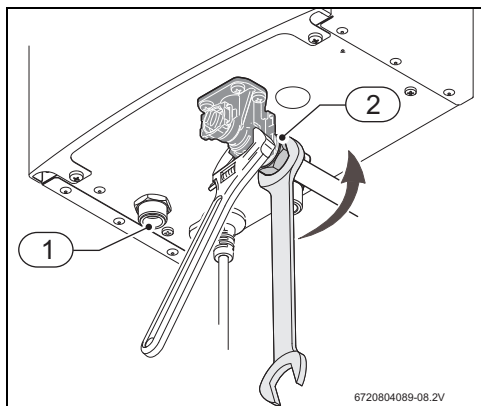

Fig. 16 Conexión de agua
- Al conectar el agua fría, ajustar la grifería tal como consta en la fig. 16.
- ▶ Las conexiones de agua fría - (fig. 16, [2]) y de agua caliente (fig. 16, [1]) deben realizarse aplicando el kit de conexión adjunto y recomendado.